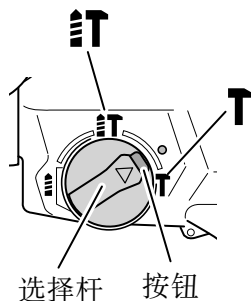

图 20
(1) 安装尖钻或冷鋸。
(2) 按下按钮，并将选择杆调整至 **HT** 记号和 **T** 记号的中间 (图 20)。